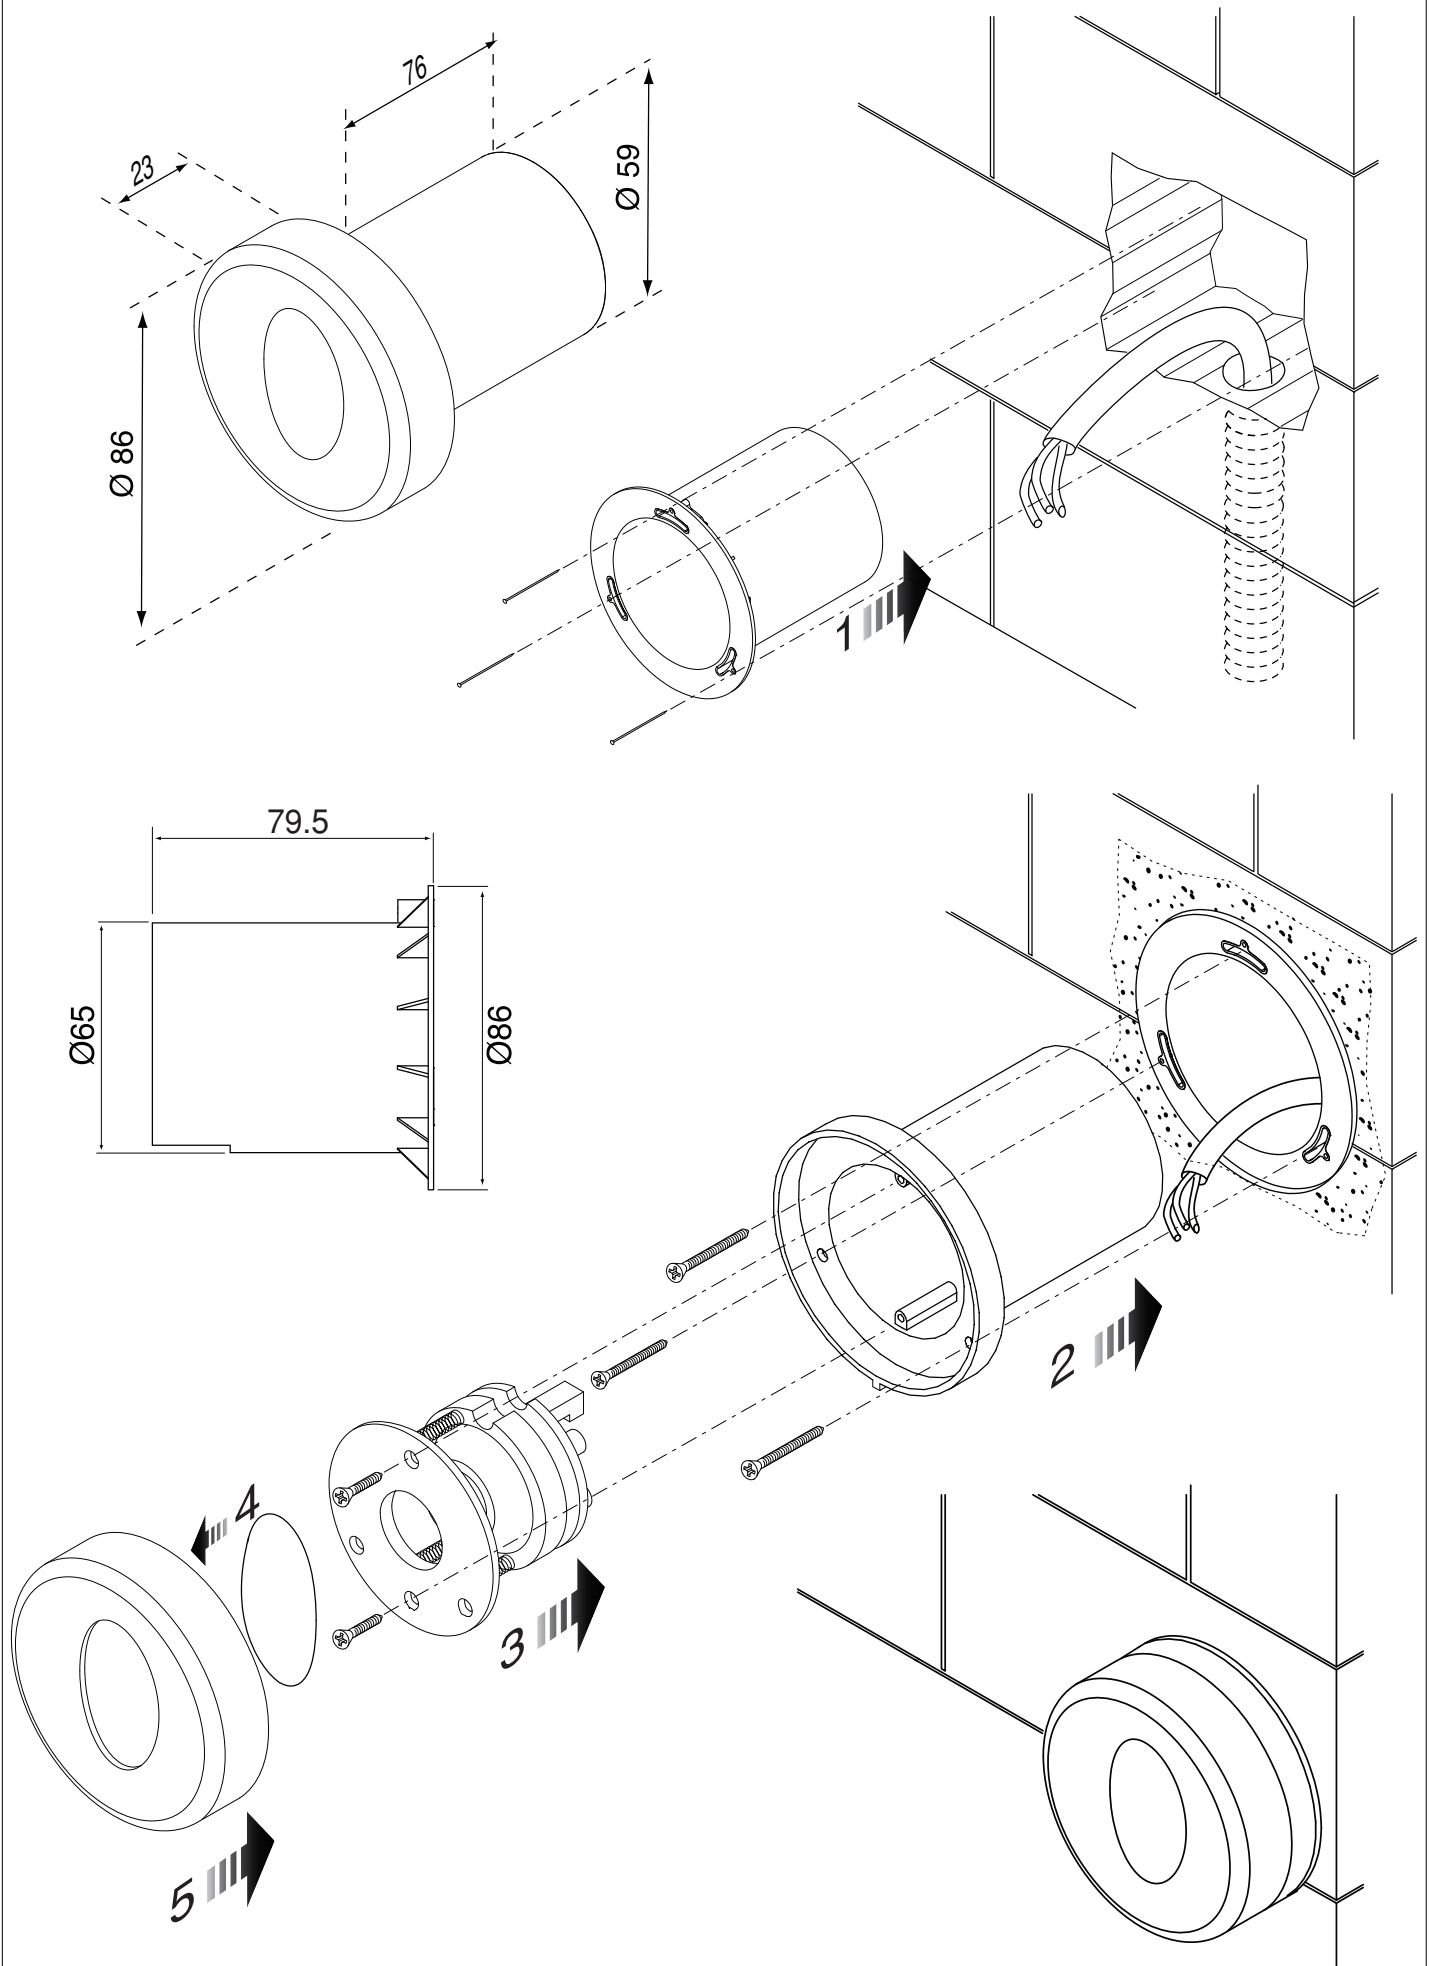

Fig. 2
- Bei Eisenpfosten mit einer Fräse ein Loch \varnothing 60 einlassen, in das der mitgelieferte Plastikbehälter eingesetzt wird. Für dessen Befestigung drei Löcher \varnothing 2,7 bohren und dort die drei beiliegenden selbstschneidenden Schrauben fixieren (Abb. 2).
- con pilar de hierro, realice un taladro con una broca de \varnothing 60 en donde colocar la caja de plástico suministrada. Para la sujeción de la caja, realice tres taladros de \varnothing 2,7 en donde enroscar los tres tornillos autoaterrajadores suministrados (fig.2).
- com pilar de ferro, execute um furo com uma fresa \varnothing 60 no qual introduzir o contentor de plástico fornecido com o equipamento. Para a fixação do contentor execute três furos \varnothing 2,7 nos quais aparafusar os três parafusos auto-roscentes fornecidos com o equipamento (fig.2).